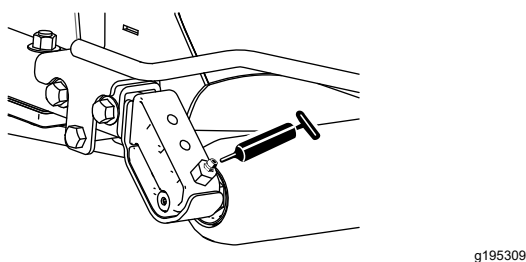

Figura 43
- 2 (por unidade de corte) rolamentos do rolo traseiro (Figura 43)